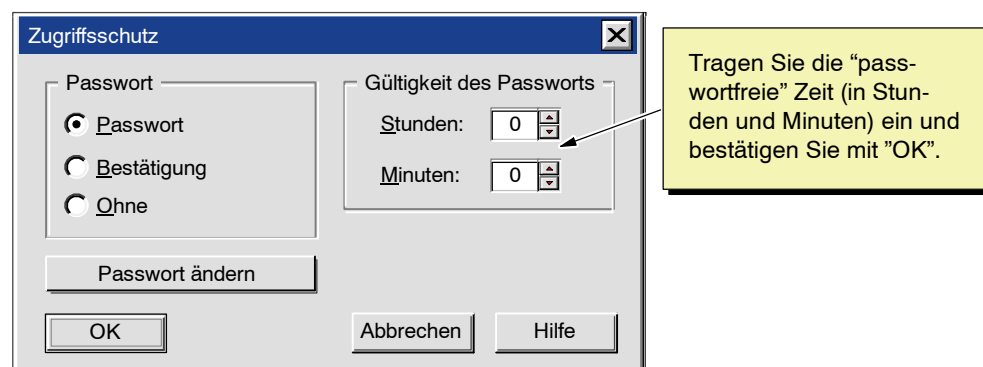

Bild 4-23 Einrichten der Gültigkeit des Passworts
3. Tragen Sie im Dialogfeld "Zugriffsschutz" den Zeitraum ein, den das Passwort gültig sein soll (siehe Bild 4-23).